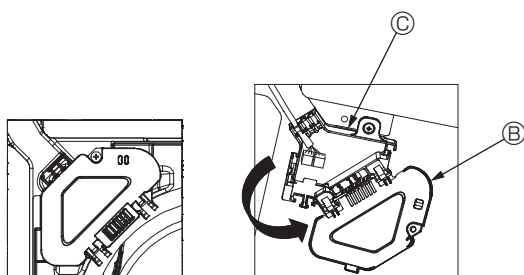

Fig. 7-7
- ③ Avlägsna en skruv som håller anslutningsdosans lock och öppna locket. (Fig. 7-7)
- ④ Placera kontakten för anslutningskabeln i anslutningsdosan.
- ⑤ Montera kabelskyddet och anslutningsdosans lock.